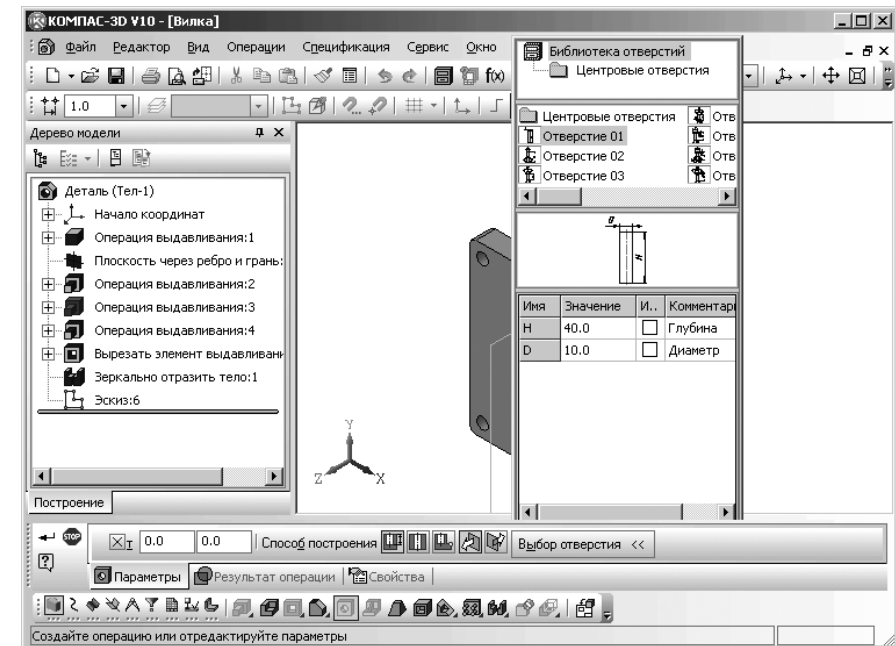

Рис. 3.77. Главное окно системы в начале установки параметров отверстия под болт
- щелкните в **Компактной панели** по кнопке переключателя – **Редактирование детали**, а затем по кнопке – **Отверстие**. Появится соответствующая **Панель свойств: Отверстие** с открытой панелью **Выбор отверстия**. В строке состояния появится подсказка: **Создайте операцию или отредактируйте параметры**. Это состояние системы показано на рис. 3.77.